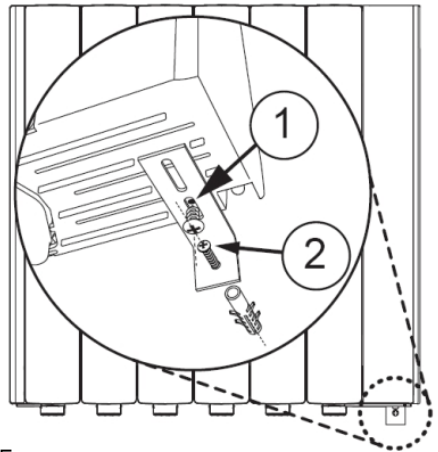

Fig. 5
- Para evitar que el emisor pueda ser separado de la pared por su parte inferior, se adjunta una escuadra junto con dos tornillos y un taco **(Fig. 5)**. Fije la escuadra metálica a la base del emisor mediante el tornillo 1 (Fig. 5-1) y marque en la pared la posición donde fijar el taco. Practique el agujero de Ø 6 mm e inserte el taco, seguidamente fije la escuadra y todo el emisor en la pared mediante el tornillo 2 **(Fig. 5-2)**.